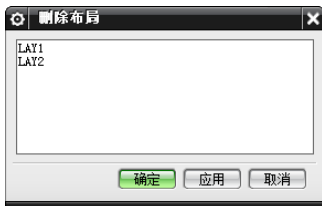

图 1-6 “删除布局”对话框
7. 删除布局。选择【菜单】→【视图】→【布局】→【删除】命令，当存在用户删除的布局时，弹出如图 1-6 所示的“删除布局”对话框，该对话框用于从列表框中选择要删除的视图布局后，系统就会删除该视图布局。